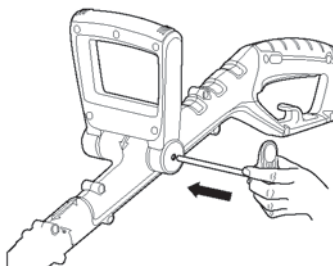

Imagen.5
- > Coloque el mango auxiliar (7) sobre la protuberancia superior del producto; introduzca el perno a través del mango auxiliar (Imagen 5).